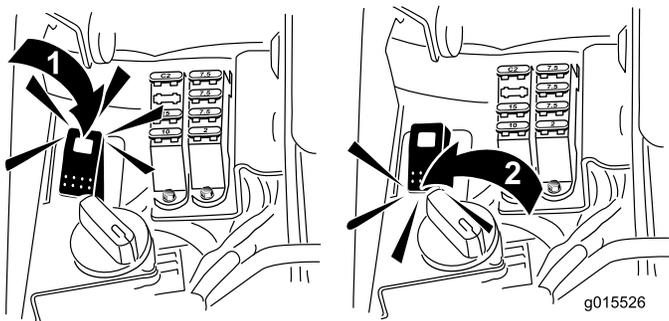

図 59
5. バックラップスイッチを逆転 (R) 位置にセットする (図 59)。